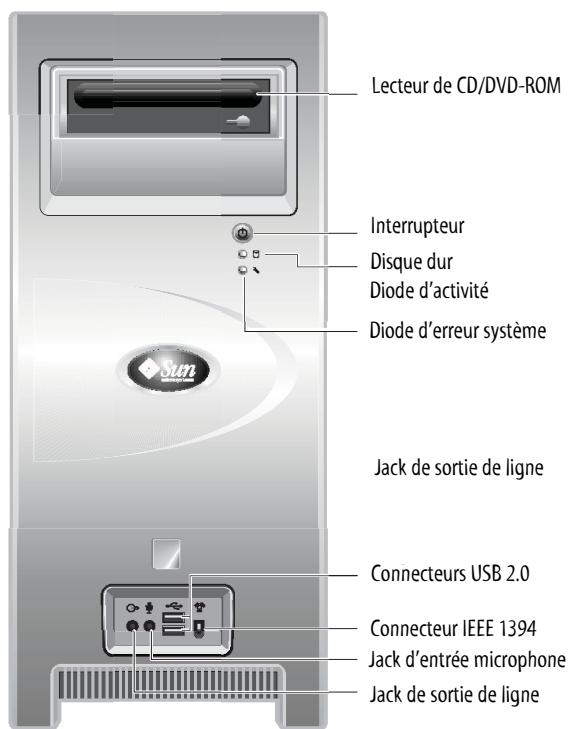

FIGURE 1-1 Panneau avant
La FIGURE 1-1 montre le panneau avant des Sun Java Workstation W1100z et W2100z.
2. **Appuyez sur l'interrupteur situé sur le panneau avant et relâchez-le** (FIGURE 1-1).
Ce voyant s'allume lorsque la station de travail lance la procédure de démarrage interne (FIGURE 1-1).